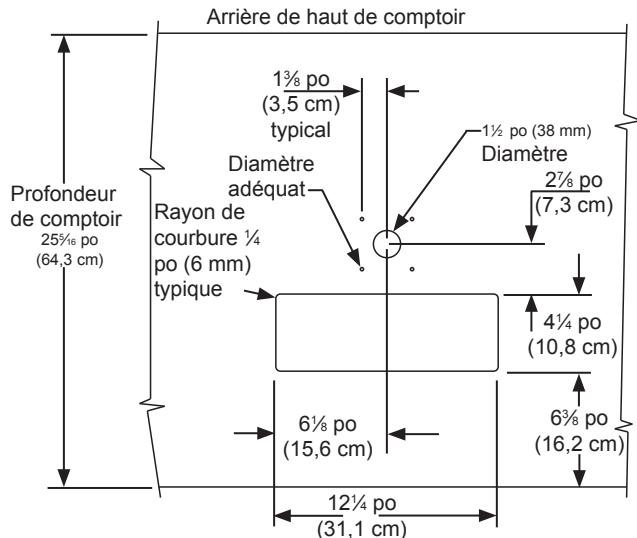

Figure 27
Les dimensions de découpe montrées en Figure 27 sont basées sur un haut de comptoir de profondeur 25 1/16 po (64,3 cm). Votre comptoir peut avoir une dimension différente et nécessite un autre positionnement d'avant à arrière. Référez-vous aux dimensions de produit en pages 6 et 7 pour déterminer les mesures requises.
4. Si vous installez votre réfrigérateur à fûts sous un comptoir, vous devrez percer 5 orifices dans le dessus de comptoir pour y monter la tour. Le premier de ces orifices fait 1 1/2 po de diamètre au centre de l'emplacement de la tour, pour la conduite de bière, à situer à environ 13 1/2 po (34,3 cm) du bord avant du haut de comptoir (sur la base d'une largeur de comptoir standard de 25 1/16 po). Ensuite vous percez 4 orifices de montage selon les dimensions de la Figure 27. Leur diamètre dépend du matériau du haut de comptoir et de l'éventuelle nécessité de chevilles. Les vis fournies sont dans le paquet de la littérature, ce sont des vis en acier inox type AB de 10 x 1 po. Marquez et réalisez la découpe pour le puisard de drainage. Une fois les orifices percés et le réfrigérateur pour fûts en place sous le dessus de comptoir, passez la conduite de bière au travers du joint de la tour, dans le orifice de 1 1/2 po dans le dessus de comptoir, et le orifice en haut du réfrigérateur pour fûts. Montez la tour sur le dessus de comptoir avec les 4 vis fournies. Placez le puisard de drainage, tiré du paquet de littérature, dans la découpe rectangulaire avec son encoche ronde vers l'arrière contre la tour, et placez la grille dessus.